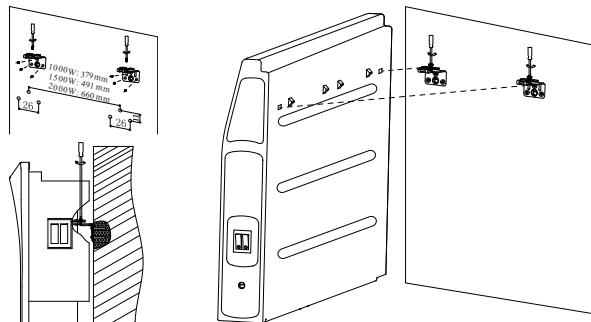

Рис. 3
5. Просверлите отверстия необходимого диаметра по меткам крепления, вставьте «дюбели», приложите кронштейны и закрутите установочные винты\*, закрепив тем самым кронштейн на стене (см рис. 3).
задней части конвектора с 2 выступами на кронштейнах (рис. 3).